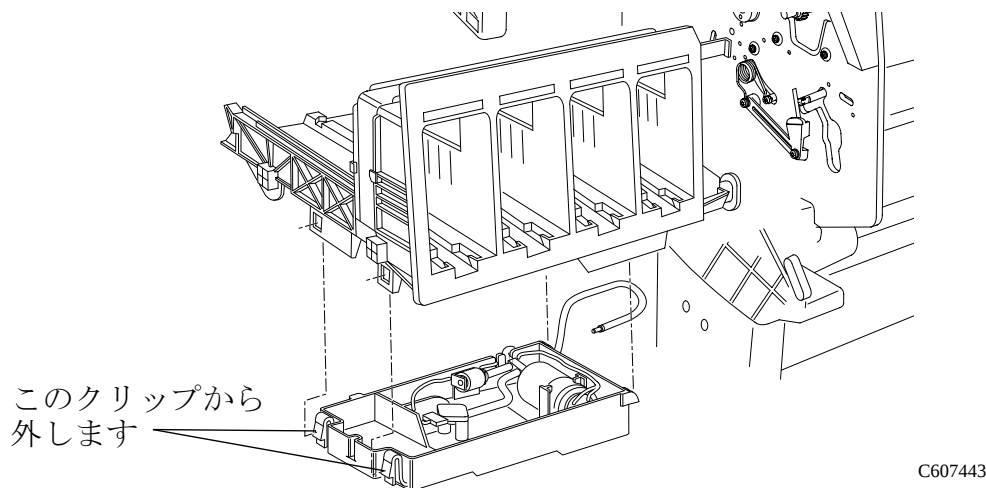

図 18 : エア プレシャライゼーション システム
- 3 図18を参照して、ISSの下に付いている固定クリップから**APS(Air Pressurization System)**を取り外します。